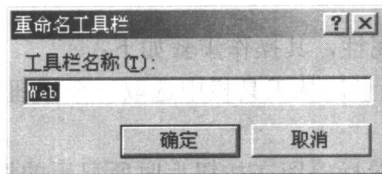

图 1-11
(5) 选中要重命名的工具栏,单击“重命名”按钮,在打开的如图 1-11 所示对话框的“工具栏名称”输入框中输入重命名的名称,单击“确定”按钮。